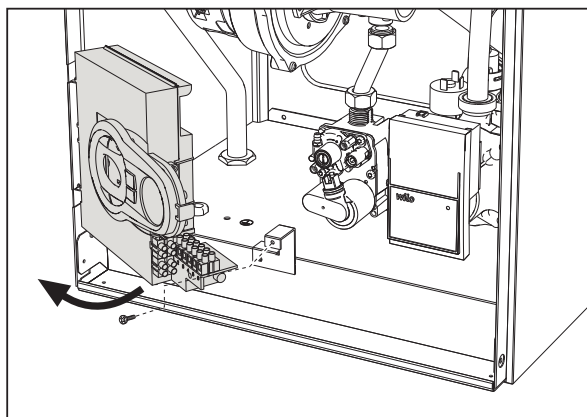

fig. 21
2. Svitare le vite e ruotare il pannello comandi (vedi fig. 21).